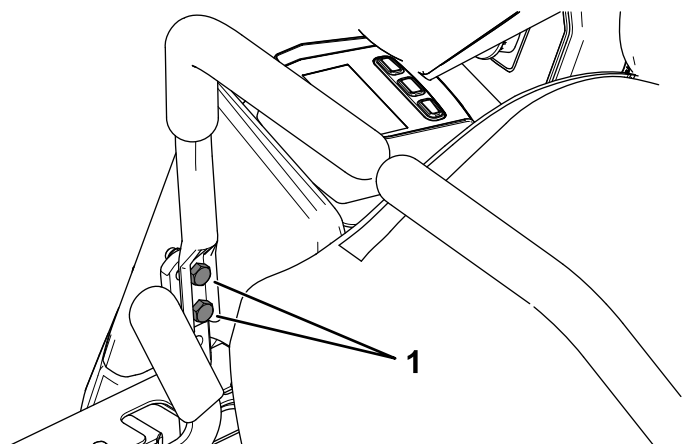

Figura 51
10. Si es necesario alinearlas, afloje los 2 pernos de montaje de la palanca de control de movimiento del lado que está mal alineado (Figura 51).
12. Apriete los 2 pernos de montaje de la palanca de control de movimiento (Figura 51).